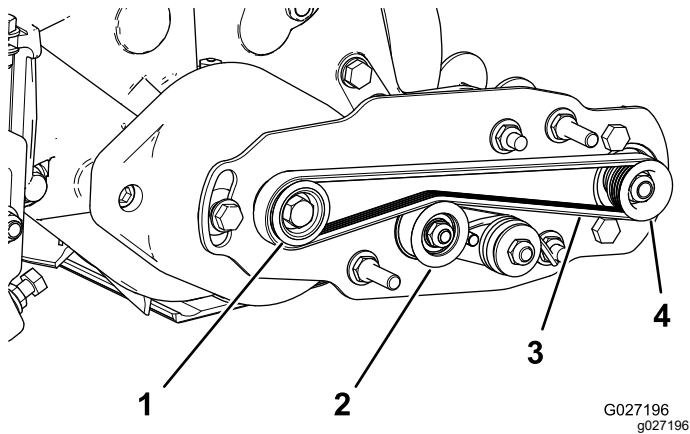

Figura 14
- Coloque la correa alrededor de la polea motriz y luego por encima de la polea tensora (Figura 14).